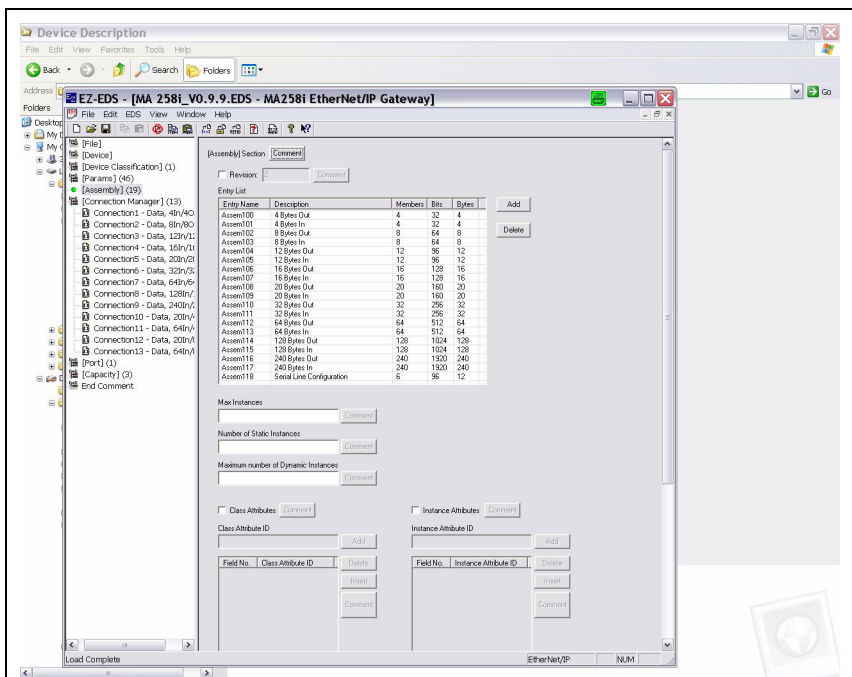

Figura 3.5: Assembly list
*) In figura 3.5 sono riportate le possibili lunghezze dei dati; nella pratica, occorre selezionare qui il numero di byte adatto all'applicazione in questione. Per consigli al riguardo consultare il capitolo «Specifiche per terminali Leuze» a pagina 98.